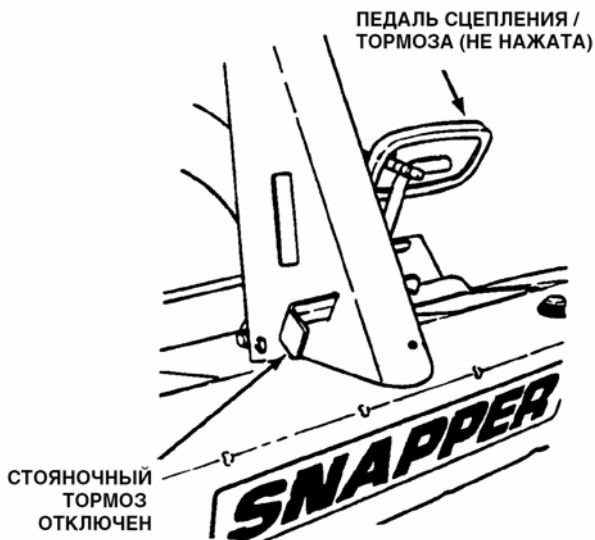

Рис. 2.17
2. Отключить стояночный тормоз можно, нажав педаль сцепления / тормоза до упора и передвинув фиксатор стояночного тормоза вправо, чтобы разблокировать педаль. См. рис. 2.17.